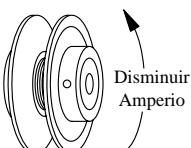

Fig. 6
- **Polea ajustable.** Con un amperímetro, mide el amperio del motor. Ajuste la polea del motor hasta que el amperio sea menos por poco de lo que se especifica la placa de identificación del motor. Al ajustar la polea, afloje el tornillo de ajuste con punta plana y gire la polea. Apriete el tornillo de modo que la punta del tornillo queda sobre el área plana, si no, dañaría las rosas. El incrementar el diámetro de la polea, incrementa también el amperio; el disminuir el diámetro de la polea, disminuye también el amperio (véase fig. 6). Vuelva a inspeccionar la alineación de la correa.